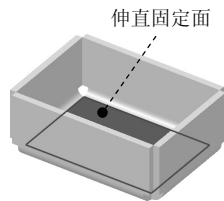

图 4.5.7 选取伸直固定面
Step2. 选取固定面。在系统 **选择非厚度平面或线性边以在部件伸直时保持固定** 的提示下，选取图 4.5.7 所示的内表面为伸直固定面。